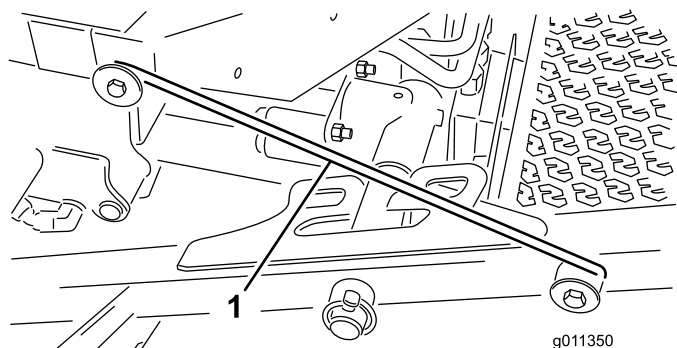

図 7
4. 前のキャリア・フレーム・リテーナからラッチのロッド (図 7) を外す。
5. 前カッティング・デッキの外側を持ち上げ、運転台前部のフレームについているピンにラッチを掛ける (図 7)。